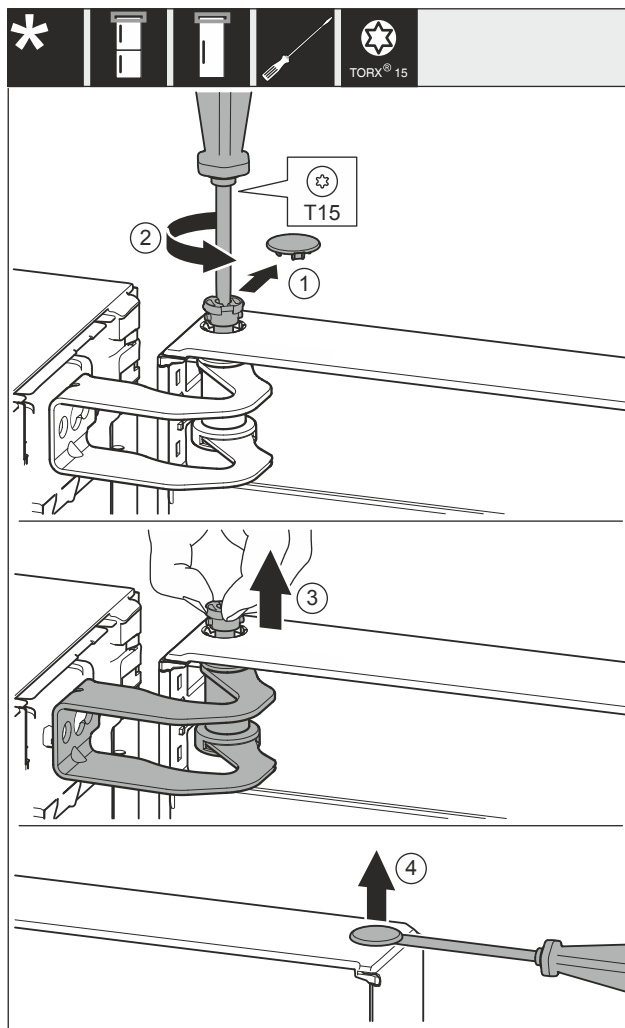

Fig. 8
- ▶ Сваляте внимателно капака Fig. 8 (1).
- ▶ С отвертка отвийте малко болта Fig. 8 (2).
- ▶ Изтеглете болта Fig. 8 (3) с пръсти.
- ▶ Повдигнете внимателно капака Fig. 8 (4) с отвертка и го сваляте.